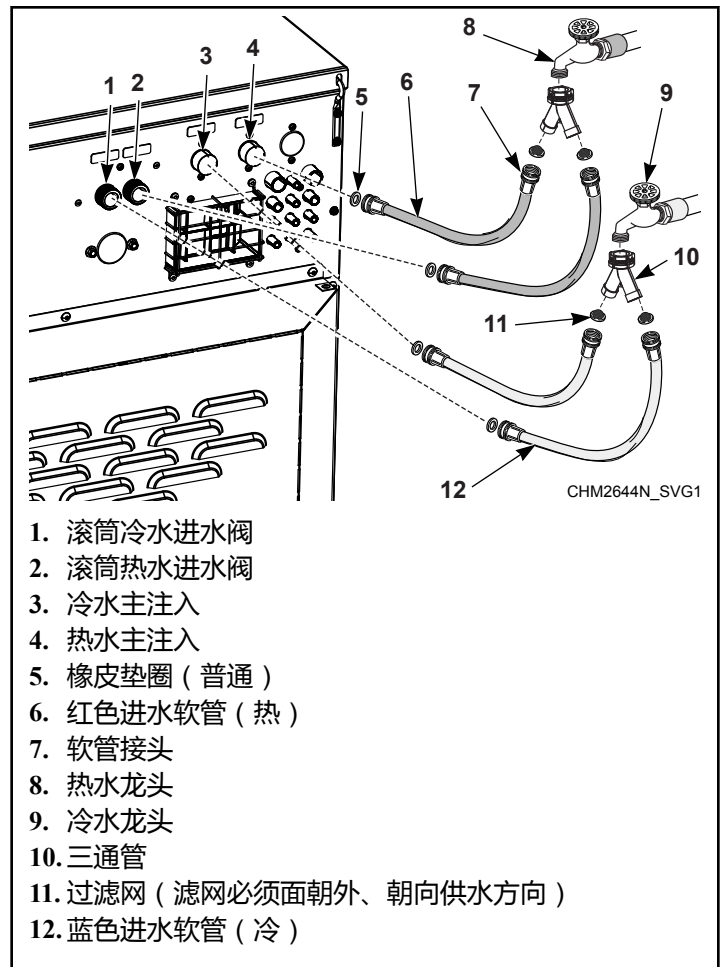

图 30
3. 在进水软管一侧安装一(1)个普通橡皮垫圈，另一侧安装一(1)个过滤网。滤网必须面朝外、朝向供水方向。参见图 30。
7. 用一(1)根红色标示软管（连接至热水接头）的橡胶平垫圈将接头拧至主进水阀（带红色标签），用另一根红色标示软管的橡胶平垫圈将接头拧至滚筒进水阀（带红色标签）。用手指拧紧。参见图 30。
8. 用一(1)个蓝色标示软管（连接至冷水接头）的橡胶平垫圈将接头拧至主进水阀（带蓝色标签），用另一个蓝色标示软管的橡胶平垫圈将接头拧至滚筒进水阀（带蓝色标签）。用手指拧紧。参见图 30。